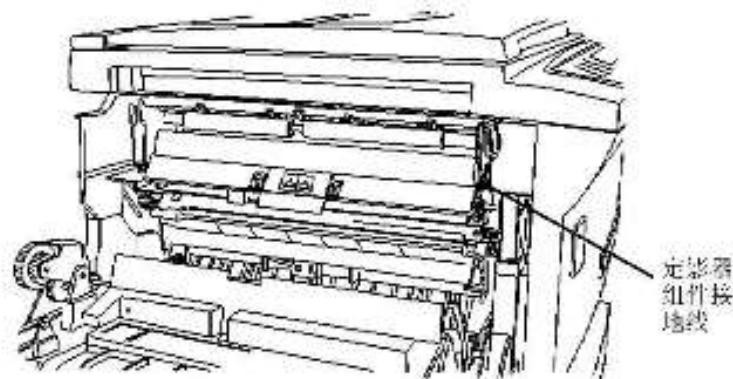

图1 定影器组件接地线
- iii. 打开门组件，将另一根表棒接至定影器组件接地（图1）。